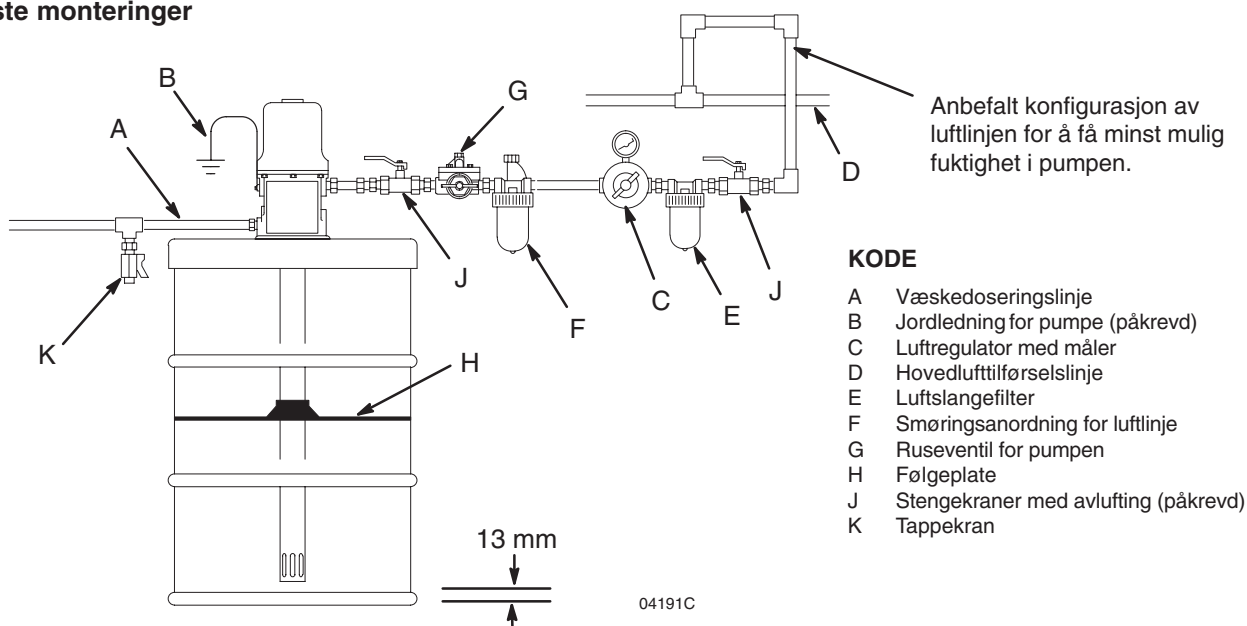

Fig. 2
Se Fig. 2 ovenfor.
**OBS:** Luftlinjeutstyret monteres i rekkefølgen som er vist i Fig. 2.
1. Monter en ruseventil (G) i pumpen for å stenge av lufttilførselen hvis pumpen akselererer forbi den forhåndsinnstilte innstillingen. En pumpe som går for fort kan bli alvorlig skadet.
2. Monter en smøringsanordning (F) i luftlinjen slik at luftmotoren smøres automatisk.
3. Monter en stengekran med avlufting (J) for å slippe ut luft som har satt seg mellom ventilen og motoren (se ADVARSEL til venstre). Bestill del nr. 107142.
4. Monter en luftregulator (C) for å regulere pumpens hastighet og trykk (se ADVARSEL til venstre).
5. Monter et filter (E) i luftlinjen for å fjerne skadelig skitt og forurensninger fra trykklufttilførselen.
6. Monter enda en stengekran med avlufting (J) på den andre siden av alt det andre utstyret for å kunne isolere utstyret ved reparasjon eller overhaling.